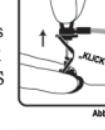

Abb. 6
2. Halten Sie die Basis des Pro-Lock™ gegen den Patienten, ziehen Sie die Flügel nach oben, um die Nadel vom Port zu entfernen. Ziehen Sie die Nadel vollständig heraus, um sicherzustellen, dass sich die Nadelspitze im Schutzschacht befindet. DER BENUTZER WIRD HÖREN/FÜHLEN, WENN DER SICHERHEITSMECHANISMUS EINRASTET (Abb. 6).
- Erfassen Sie mit der freien Hand die Flügel fest zwischen Daumen und Zeigefinger, halten Sie die Basis des Pro-Lock™ gegen den Patienten und ziehen Sie die Nadel nach oben aus dem Port heraus. Ziehen Sie die Nadel vollständig heraus, um sicherzustellen, dass sich die Nadelspitze im Schutzschacht befindet. DER BENUTZER WIRD HÖREN/FÜHLEN, WENN DER SICHERHEITSMECHANISMUS EINRASTET (Abb. 6).
2. Medan Pro-Lock™-basen hålls kvar mot patienten, dras vingarna upp vertikalt för att avlägsna nålen från porten. Dra tillbaka nålen helt för att säkerställa att nälpetsen befinner sig i den skyddande brunnen. ANVÄNDAREN HÖR/KÄNNER HUR SÄKERHETSMEKANISMEN LÄSES PÅ PLATS (Fig. 6).